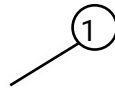

Fig. 30 Op de kop geplaatste plasmabron
2. Draai de klem op de snijtoortshouder (Fig. 30 (1)) los en plaats de snijtoorts in de klem.